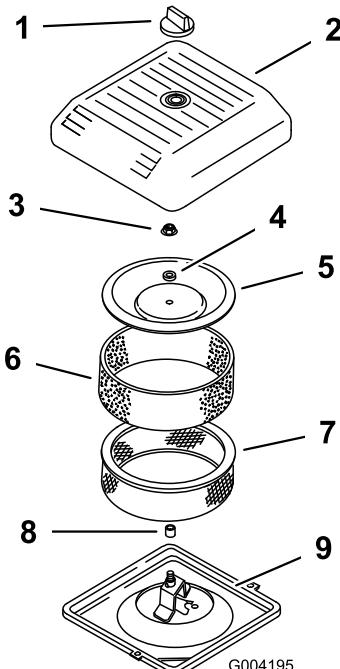

Figura 13
2. Desaperte o botão e retire a cobertura do filtro de ar (Figura 13).
3. Faça deslizar cuidadosamente o filtro prévio de esponja do elemento de papel (Figura 13).
4. Desaperte a porca da cobertura e retire a cobertura, o espaçador e o filtro de papel (Figura 13).
2. Coloque a estrutura do filtro do ar na base do filtro do ar (Figura 13).
3. Coloque a cobertura, o espaçador e aperte com a porca da cobertura (Figura 13). Aperte as porcas a 10,7 Nm.
4. Coloque a cobertura do filtro de ar e fixe-a com o botão (Figura 13).